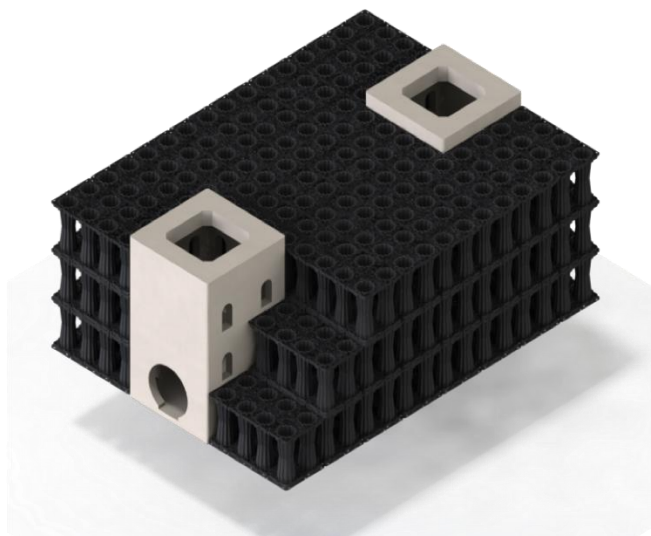

Рисунок 3.3 – Резервуар с инспекционными колодцами в виде бетонных камер
- с использованием специальных бетонных камер (см. рис. 3.3).